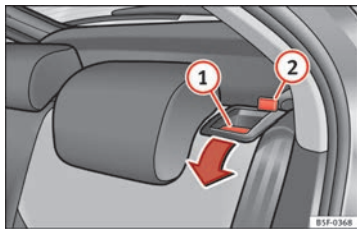

Fig. 92 Palanca de desbloqueo del respaldo.
- Pulse la palanca de desbloqueo ⇒ fig. 92 ① en el sentido de la flecha.
- Incorpore el respaldo hasta que encastre bien ⇒ ⚠. Si ha encajado correctamente, ya no se deberá poder ver la marca roja del pasador ⇒ fig. 92 ②.